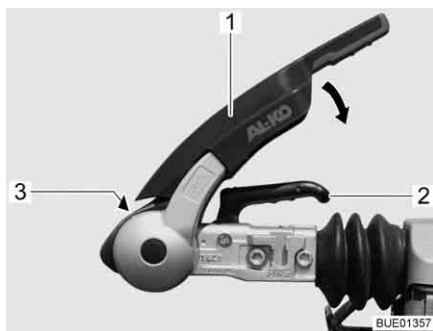

Fig. 5 Accouplement de sécurité AKS 3004
- Soulever complètement le levier de stabilisation (Fig. 5,1).
- Tirer la poignée d'attelage (Fig. 5,2) vers le haut.
- Effectuer un contrôle visuel : Le cylindre vert de l'indicateur de sécurité (Fig. 5,3) doit être allumé.
- Activer l'installation du dispositif de stabilisation. Appuyer le levier de stabilisation (Fig. 5,1) jusqu'à la butée vers le bas.